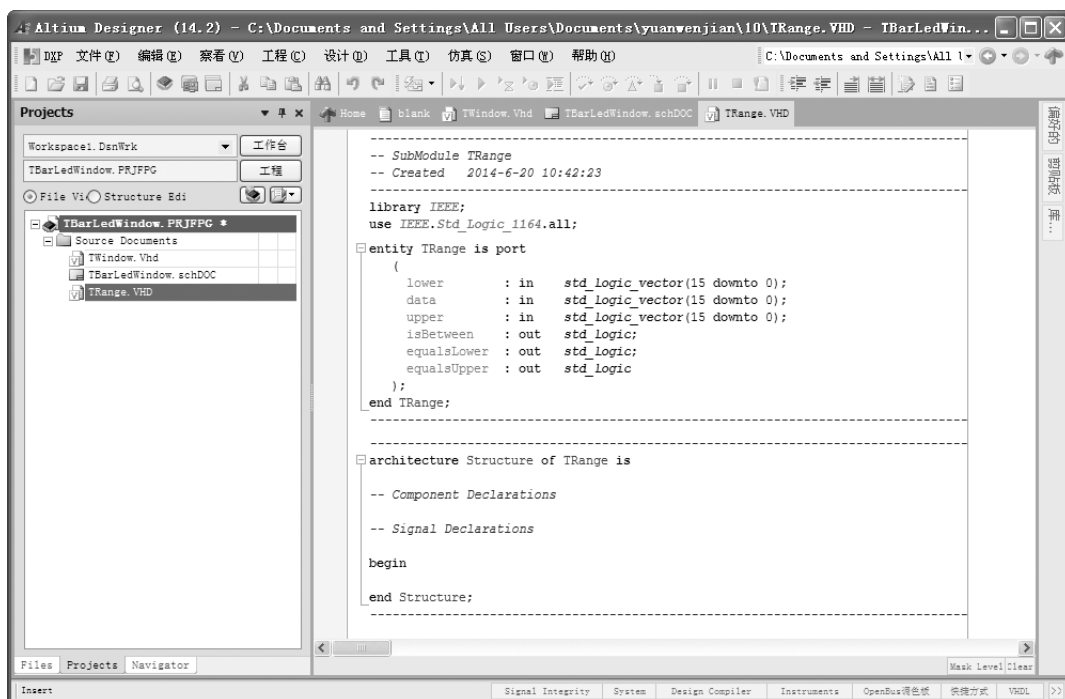

图 14-7 VHDL 文件“TRange. VHD”
3) 在 VHDL 设计窗口中输入 VHDL 语言，如图 14-7 所示。